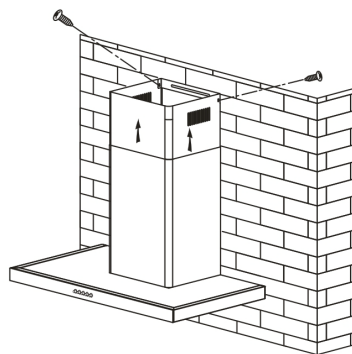

fig. 6
- Soulever la cheminée supérieure jusqu'au plafond et la fixer à l'étrier à l'aide des vis. (fig. 6).
- Soulevez la cheminée supérieure jusqu'au plafond et la fixer à l'étrier à l'aide des 2 vis. (fig. 6).